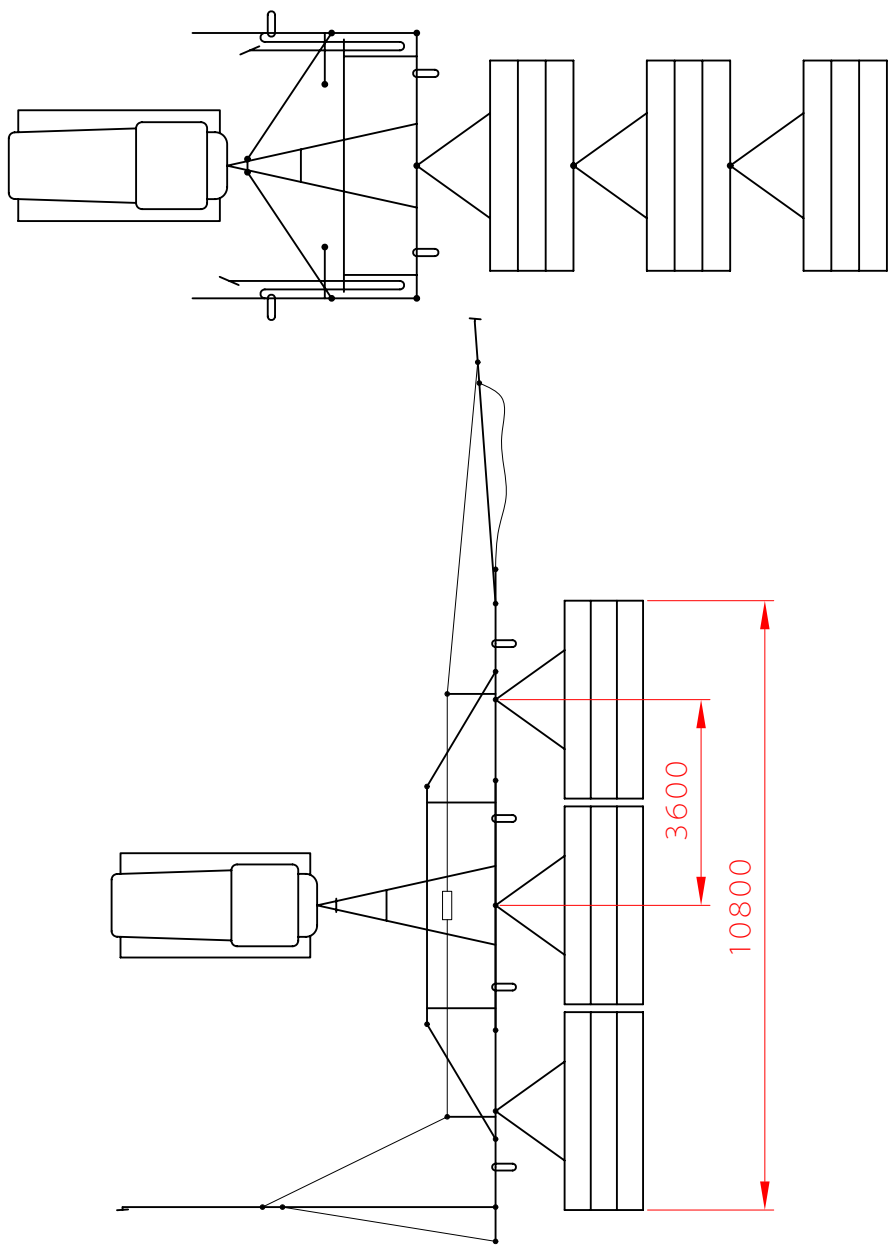

Рис.15 Схема агрегатирования цепки с сеялками СЗП-3,6 (рабочее и транспортное положения)
- Сборку вести согласно выбранной схеме (рис.14; рис.15).
Внимание! Для транспортировки цепки СП11К по дорогам общего пользования необходимо перевести ее в транспортное положение согласно рис.15а, а именно:
- установите знак ограничения скорости 4 согласно рис.15а.
Рис. 15а. Перевод сцепки в транспортное положение (с частичной разборкой) при транспортировке по дорогам общего пользования.